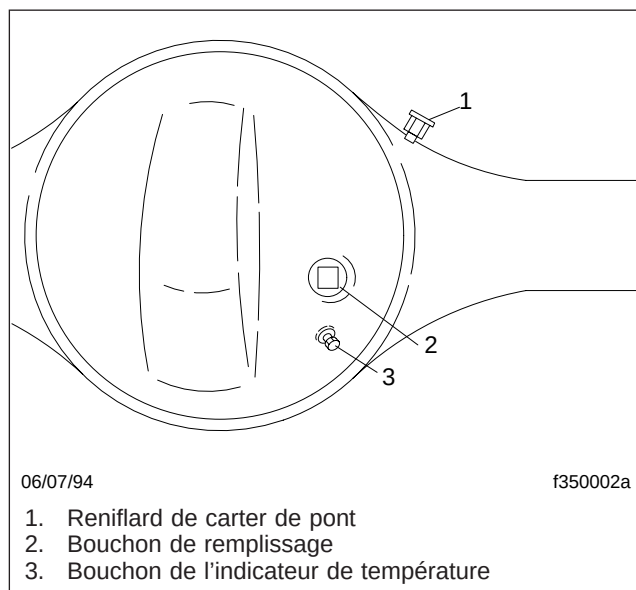

Fig. 7, Reniflard de carter de pont Dana Spicer
3. Nettoyez le bouchon de remplissage et la zone l'entourant. Voir la **figure 7**. Retirez le bouchon de l'orifice de remplissage (ou la colonne d'alimentation si installée dans l'orifice de remplissage).
6. Vérifiez le reniflard du carter de pont. Assurez-vous qu'il n'est pas obstrué et qu'il ne présente aucune trace de corrosion. Voir la figure 7. Si le reniflard est bouché ou endommagé, nettoyez-le ou remplacez-le.